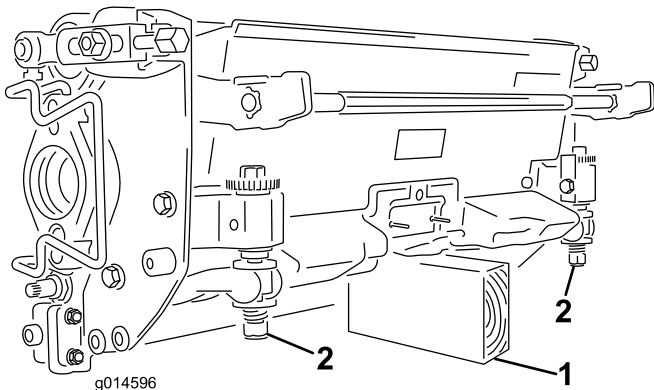

Figure 10
**Important:** Chaque fois que le plateau de coupe doit être basculé pour exposer la contre-lame/le cylindre, utilisez la béquille pour supporter l'arrière du plateau et empêcher ainsi les vis de réglage de la contre-lame de reposer sur la surface de travail (Figure 10).